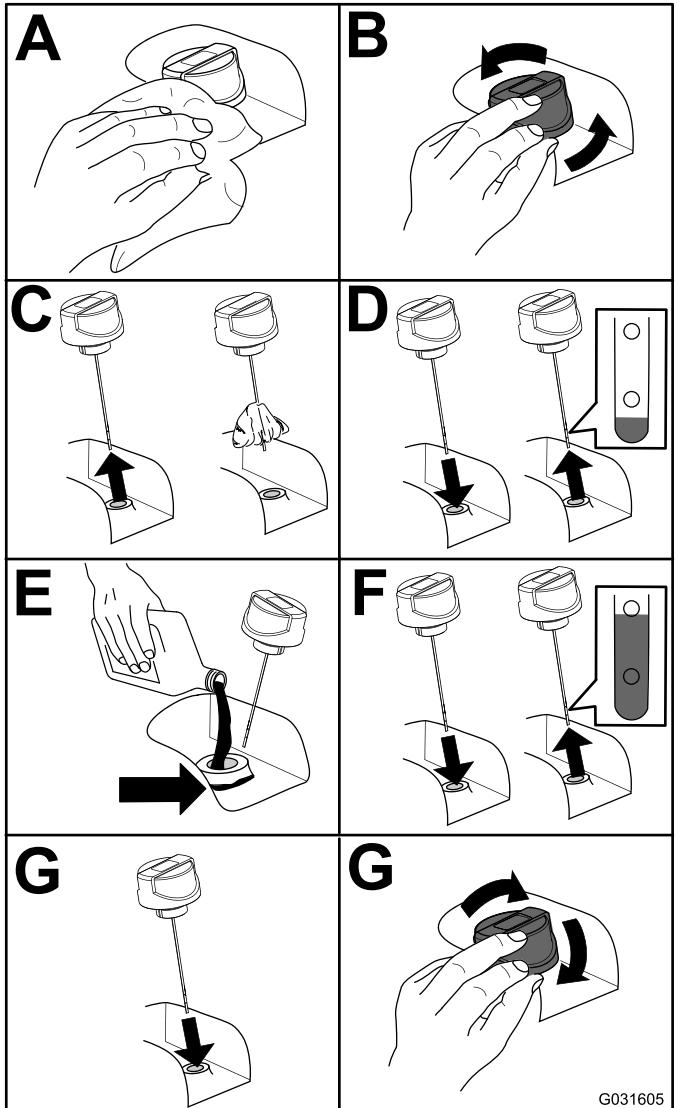

Figura 74
2. Verifique o nível de fluido hidráulico (Figura 74).